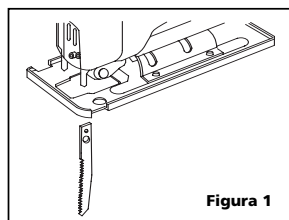

Figura 1
2. Introduzca la hoja en la ranura con los dientes hacia adelante (Figura 1). La parte superior de la hoja se debe introducir lo suficiente hasta que toque el sujetador de la hoja.